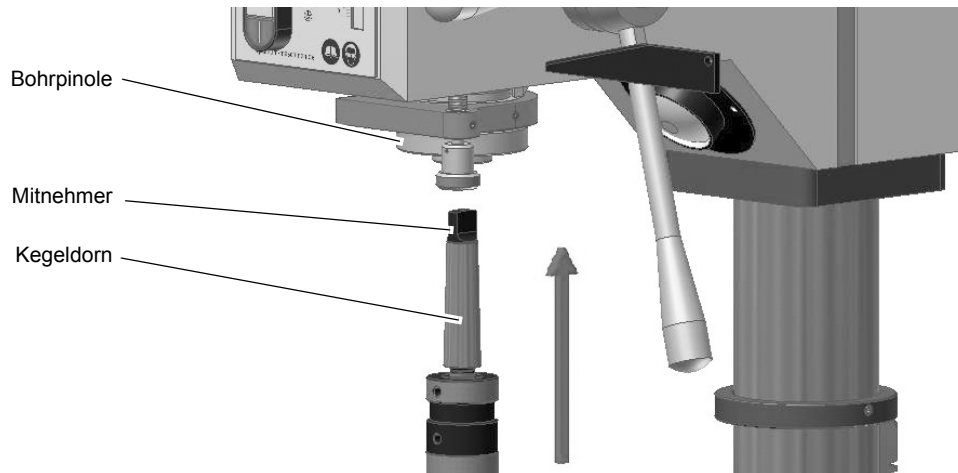

Abb.4-10: Kegeldorn
- ➔ Bewegen Sie die Pinole soweit nach unten, bis sich der Sperrbolzen ① einschließen lässt (Abb. 4-10 (b) Zwischenposition).
- ➔ Bewegen Sie den Sperrbolzen ① soweit, bis der Sperrbolzen vollständig einrastet (Abb. 4-10 (c) Austreibposition).
- ➔ Drücken Sie den Pinolenhebel ② mit einer schnellen und kräftigen Bewegung nach oben.